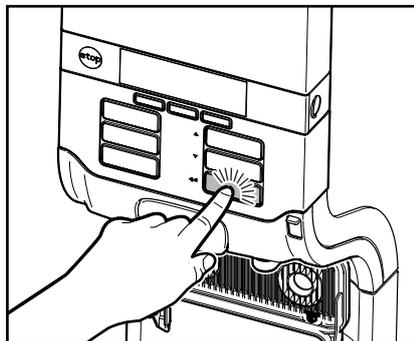

Abb. 46
4. Drücken Sie die Entertaste ←, um das Einlegen der Reinigungstablette zu bestätigen (Abb. 46).